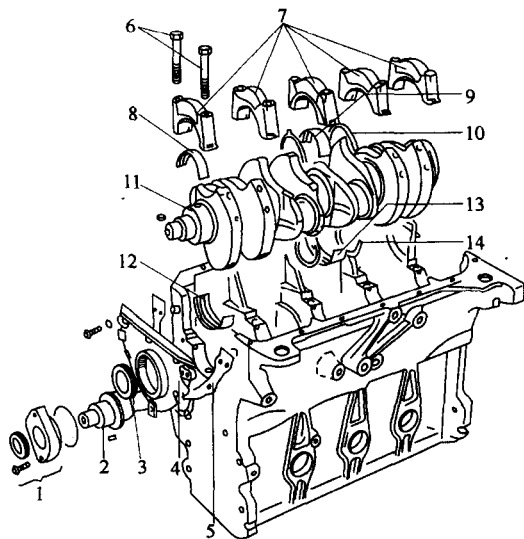

图 2-4 机体分解图
(4)机体的分解:图 2-4 为机体分解图,其中的图注号同时表示分解顺序。分解的顺序是: